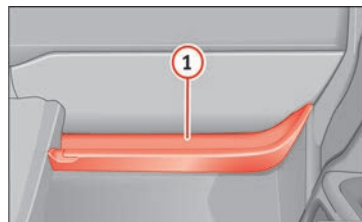

Fig. 125 Vide-poches ouvert côté passager.
Dans le vide-poches ouvert se trouve un crochet pour sacs » **fig. 125 ①**.